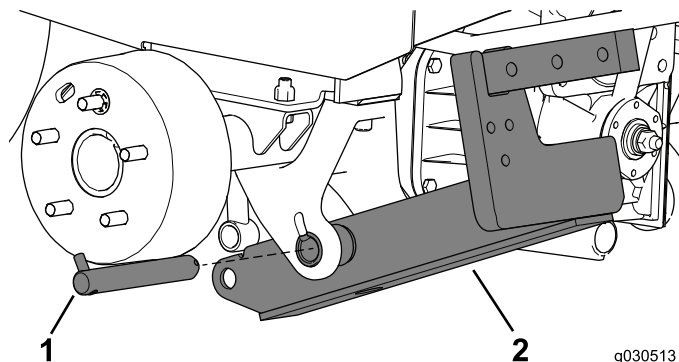

図 5
1. 昇降アームの2つのスペーサの間にある穴にピボットピンを挿入する 図 5。
2. スペーサと昇降アームにピボットピンを通す 図 5。